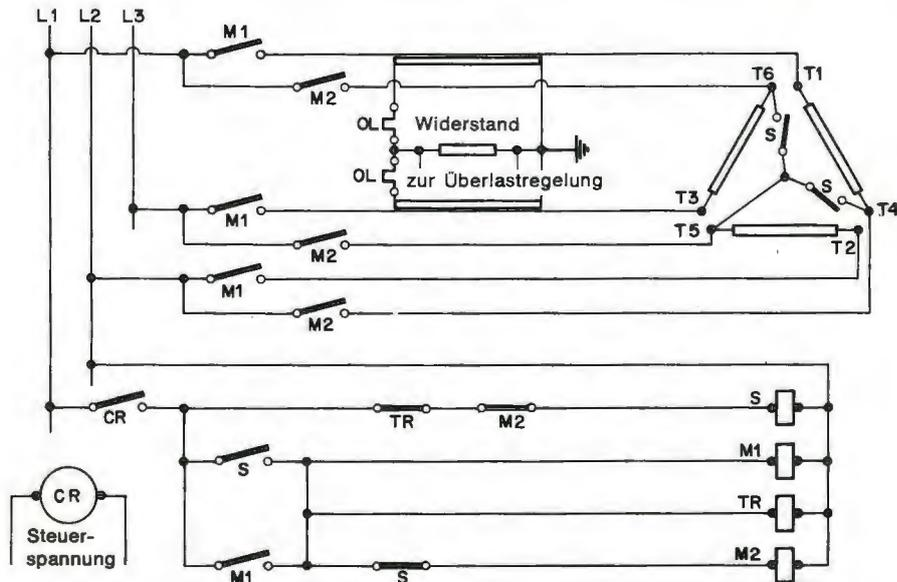

Abb. 5-7 Offener Stern-Dreieck-Anlauf (bis 600 Volt)
In Abb. 5-7 und 5-8 sind die Verdrahtungsschemata für offene und geschlossene Stern-Dreieck-Anlasser (Niederspannung) dargestellt. Sie zeigen nur prinzipiell die Startfolge und können vom wirklich verwendeten Anlasser abweichen. Für nähere Informationen wende man sich an den Hersteller bzw. Lieferer des jeweiligen Anlassers.
Das Kontrollrelais (CR), Abb. 5-7, zieht an, wenn der Startknopf gedrückt wird und alle Betriebs- und Sicherheitsschalter geschlossen sind. Wenn die Relaiskontakte (CR) schließen, erhält das Relais (S) Spannung. Dieses schließt die Hauptkontakte und bildet damit den gemeinsamen Nullpunkt der Stern-Schaltung im Anlasser. Die Hilfskontakte (S) schließen den Stromkreis zu den Spulen (M1) und (TR) und öffnen den Stromkreis